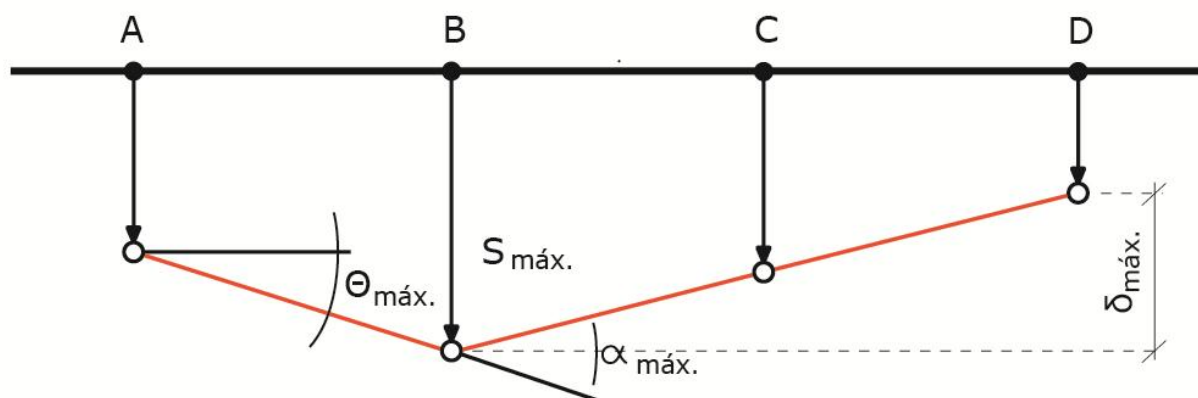

Figura 44: Representação das variáveis de movimento de fundações
A NBR 6122 nomeia algumas letras como parâmetros de estudo para o movimento de fundações que devemos conhecer. São eles (Figura 44):
- δs : recalque diferencial entre dois pontos da estrutura (observe na figura 44 o $\delta_{\text{máx}}$)